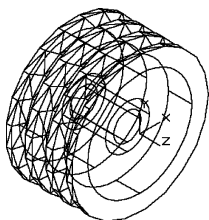

图 12-28 拉伸后的建模
(6) 单击“三维工具”选项卡“建模”面板中的“拉伸”按钮, 拉伸离原点较近的半径为 190 的圆, 拉伸高度为 -85。
(7) 按上述方法拉伸离原点较远的半径为 190 的圆, 高度为 85。将半径为 50 和 80 的圆拉伸, 高度为 -160。此时图形如图 12-28 所示。
(8) 单击“三维工具”选项卡“实体编辑”面板中的“差集”按钮, 从带轮主体中减去半径为 190 拉伸的建模, 对拉伸后的建模进行差集运算。
(9) 单击“三维工具”选项卡“实体编辑”面板中的“并集”按钮, 将带轮主体与